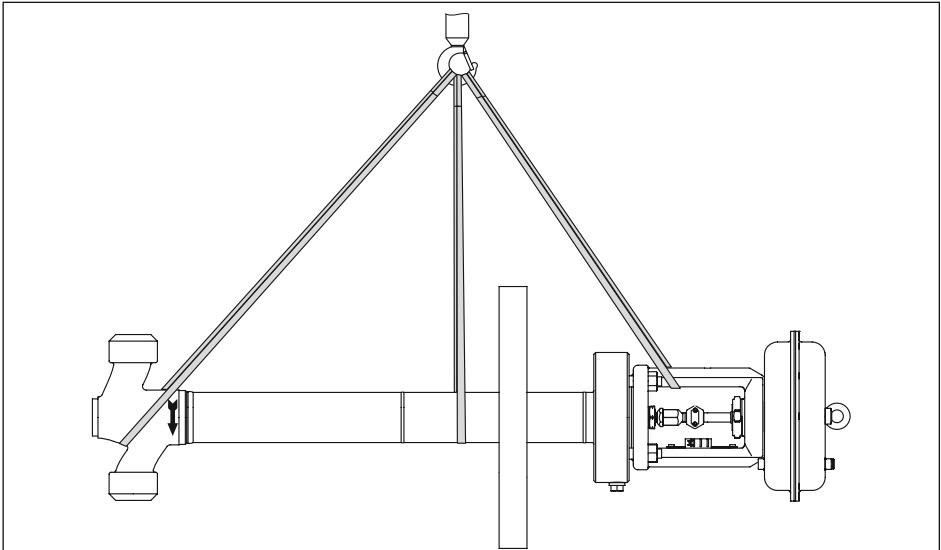

Bild 4-1: Hebepunkte am Stellventil: Horizontales Anheben mit einem Haken
- Als Tragmittel einen Haken mit Sicherheitsverschluss verwenden (vgl. Bild 4-1), damit die Anschlagmittel beim Heben und Transportieren nicht vom Haken rutschen können.
1. Je eine Hebeschlinge am Gehäuse, an der Tieftemperaturverlängerung und am Ventiloberteil oder Joch sowie am Tragmittel (z. B. Haken) des Krans oder Gabelstaplers anschlagen, vgl. Bild 4-1.
Das horizontale Anheben kann entweder über einen Haken (Bild 4-1) oder über mehrere Haken an einer Traverse (Bild 4-2) erfolgen.